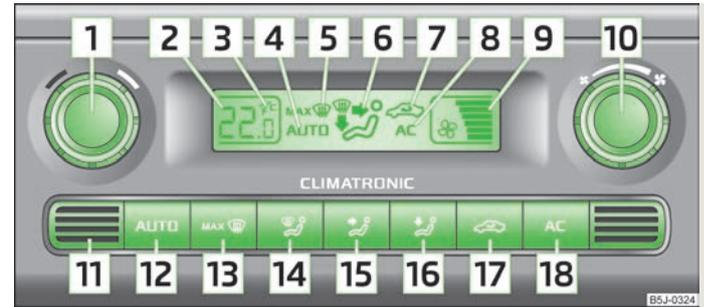

Fig. 74 Climatronic : organes de commande
- > **AC** **18** » fig. 74 enclenché.
- > Appuyez sur la touche **(AUTO)** **12** » fig. 74.
Appuyez simultanément sur les touches **(AUTO)** et **(AC)** » fig. 74 et maintenez-les enfoncées. L'écran affiche les chiffres conformément à l'unité de mesure de température désirée.
Le capteur de température de l'habitacle **11** » fig. 74 se trouve dans la partie inférieure de l'appareil. Ne rien coller sur le capteur et ne le recouvrez pas, comme ceci pourrait altérer le fonctionnement du Climatronic.
- Appuyez sur la touche **(AUTO)** **12** » fig. 74 et **AUTO** s'affiche à l'écran.
- Après avoir mis le contact, vous pouvez régler la température pour les deux côtés au moyen du sélecteur **1** » fig. 74.
- Appuyez sur la touche **(RECYCLAGE)** **17** » fig. 74, le symbole  s'affiche à l'écran.
- Appuyez à nouveau sur la touche **(RECYCLAGE)** **17** » fig. 74, le symbole  s'affiche à l'écran.
- Faites tourner le régulateur **10** » fig. 74 à gauche (diminution de la vitesse du ventilateur) ou à droite (augmentation de la vitesse du ventilateur).
> Appuyez sur la touche   » fig. 74.
> Appuyez de nouveau sur la touche   » fig. 74 ou sur la touche .